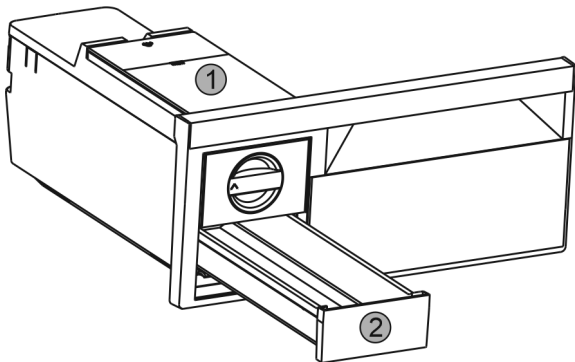

Fig. 58
- ▶ Vyměňte nádržku na vodu Fig. 58 (1) a zásuvku na kostky ledu Fig. 58 (2).